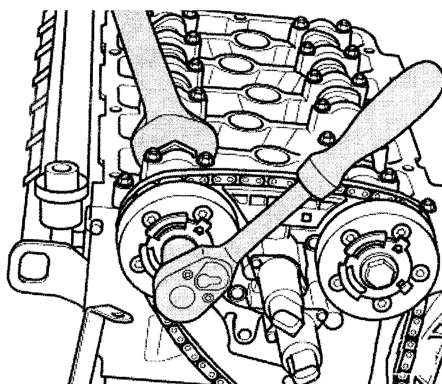

图 1-8 固定进气凸轮轴并旋出进气凸轮轴调整装置的螺栓
11) 用扳手固定住进气凸轮轴六角部位, 旋出进气凸轮轴调整装置的螺栓, 如图 1-8 所示。